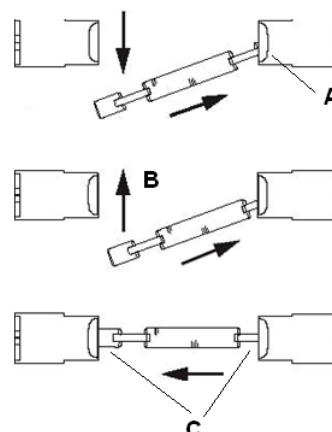

Figura 5.1b
5. Procure que la lámpara quede apretada correctamente entre ambos contactos (C). Si no es el caso, mueva la lámpara entre los contactos hasta que se quede firmemente enganchada en los contactos (ver figura 5.1b).